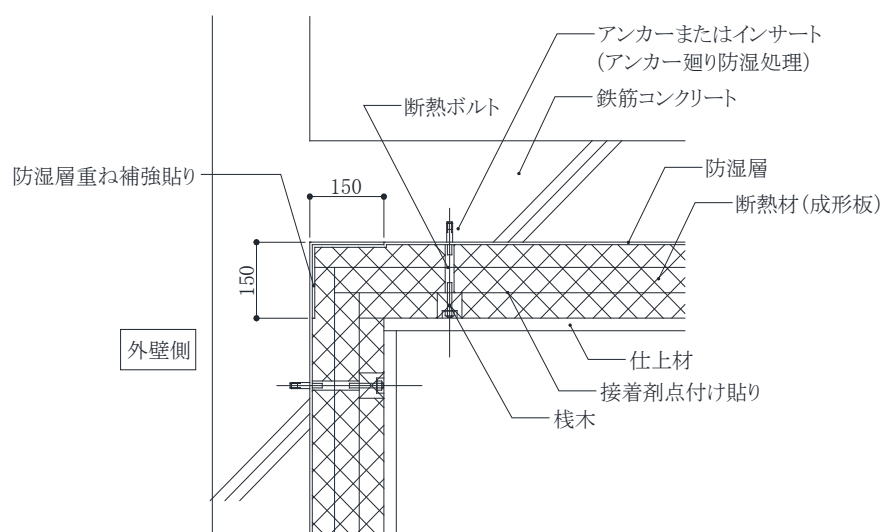

図 A-12 成形板の断熱材を使用した場合の施工例
1) 壁断熱と天井断熱との取り合いは、次の方法による。(図 A-12、13)